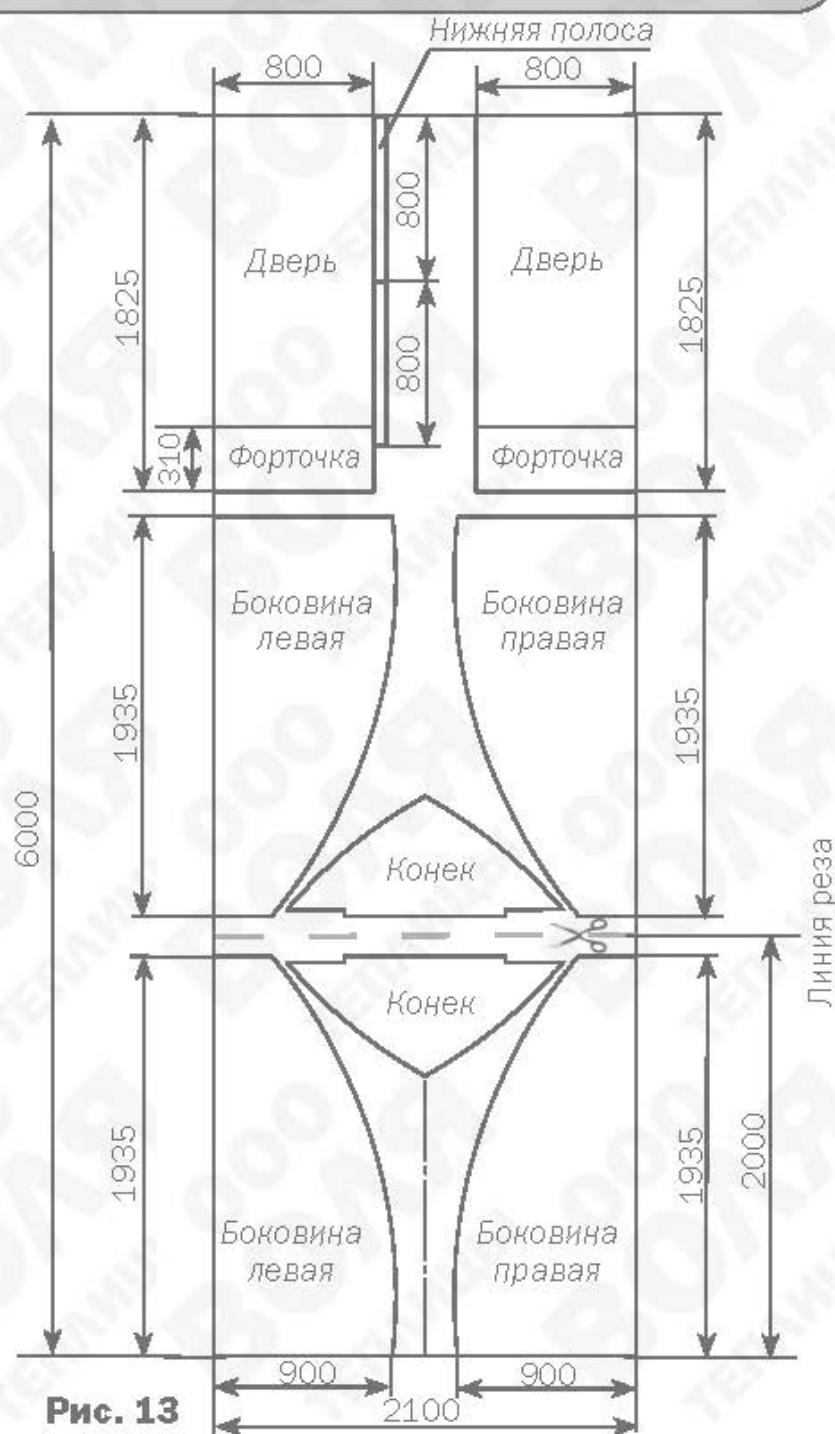

Рис. 13
РАСКРОЙ ЛИСТА ПОЛИКАРБОНАТА ВЫПОЛНЯЙТЕ СТРОГО В СООТВЕТСТВИИ С РИС. 13 и РИС. 14
1. Раскройте лист покрытия для торцов. Для этого отрежьте от листа поликарбоната кусок 2 метра длиной (см. линии реза на **рис.13**). Чтобы сделать шаблон покрытия, приложите вырезанный кусок к собранному торцу теплицы и, не снимая защитной пленки с поликарбоната, нанесите разметку шаблона на листе покрытия по деталям **4в** и **4н** с припуском (**рис.14**). При разметке край листа строго совмещается по кромке деталей **7** и **8**, а верхняя кромка выше на 30 мм нижнего края детали **5**. Вырежьте шаблон. Разметьте оставшуюся часть листа, используя вырезанный шаблон, в соответствии со схемой раскроя (**рис.13**).